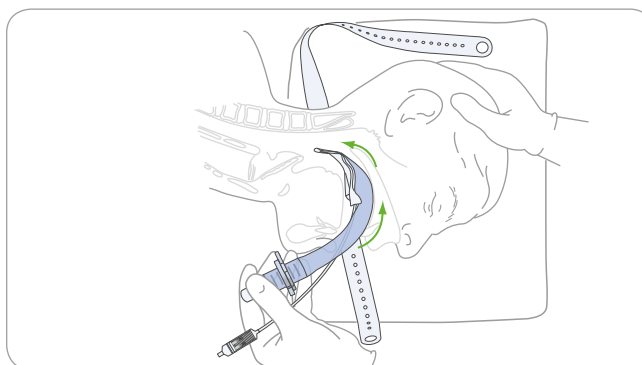

Figura 11. Glisați dispozitivul spre interior cu o mișcare circulară, apăsând pe contururile palatului dur și ale vălului palatin
9. Glisați spre interior folosind o abordare ușor diagonală (îndepărtați vârful de linia mediană), așa cum este ilustrat în **Figura 11**.